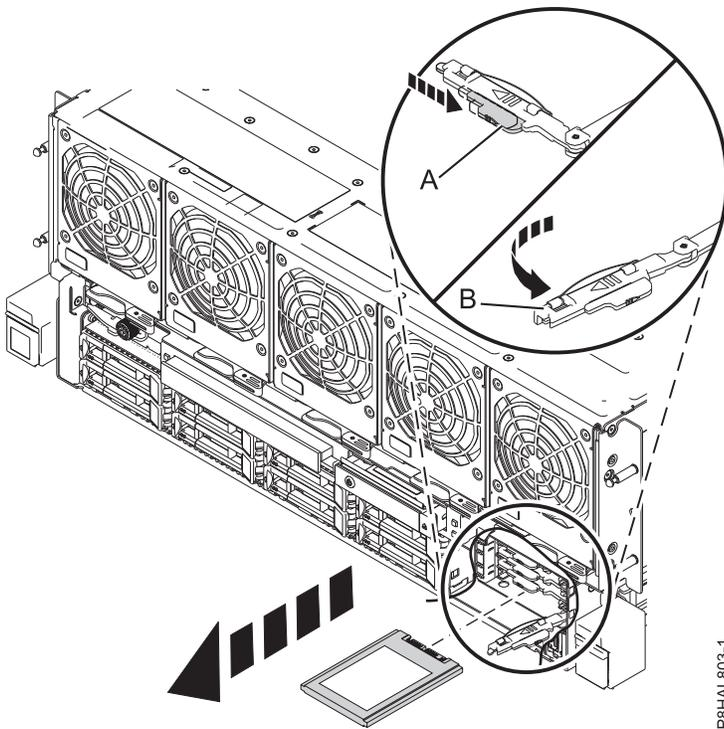

Abbildung 18. Solid-State-Laufwerk ausbauen - System vom Typ 8408-44E oder 8408-E8E
9. Entriegeln Sie den Griff des Laufwerks (B), indem Sie die Verriegelung (A) in die gezeigte Richtung schieben und den Griff des Laufwerks (B) zu sich hin nach außen ziehen (siehe Abb. 18). Wird der Griff nicht ganz nach außen gezogen, lässt sich das Solid-State-Laufwerk nicht aus dem System schieben.